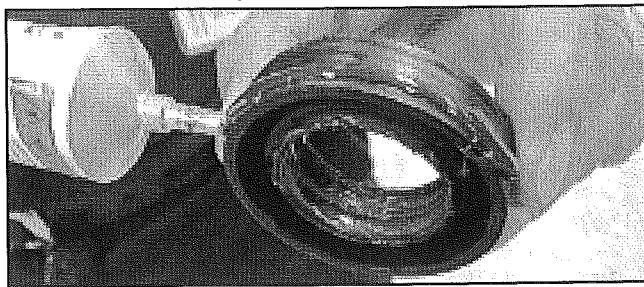

FIGURA 18
30. Aplique el adhesivo Pliobond en forma de cordón continuo alrededor de la parte inferior del sello para tina para ingresar primero la tina. Verifique que la grasa se encuentre dentro del sello. Vea la *Figura 18*.